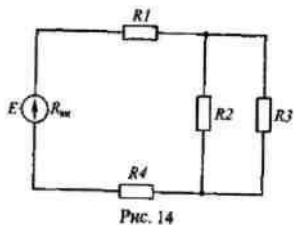

Рис. 14
3. В цепи схемы рис. 14 определить ток  $I_{\text{общ}}$  (по величине и направлению), если  $E = 48 \text{ В}$ ,  $r_2 = r_3 = 8 \text{ Ом}$ ,  $r_1 = r_4 = 4 \text{ Ом}$ ,  $R_{\text{вн}} = 0$ .